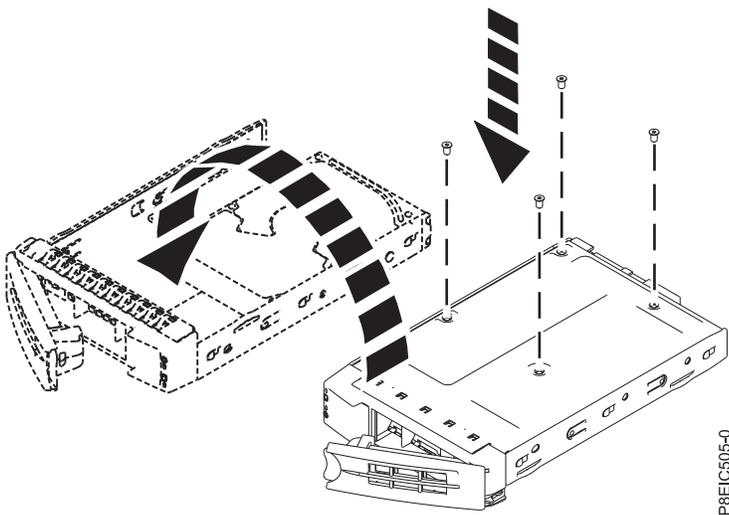

Abbildung 5. 2,5-Zoll-Laufwerk an der Halterung anbringen
- Ein 2,5-Zoll-Laufwerk muss an der Rückseite der Halterung positioniert werden. Drehen Sie die Halterung um und halten Sie dabei das Laufwerk und die Halterung fest. Befestigen Sie das Laufwerk mit vier Schrauben an der Unterseite der Halterung (siehe Abb. 5).